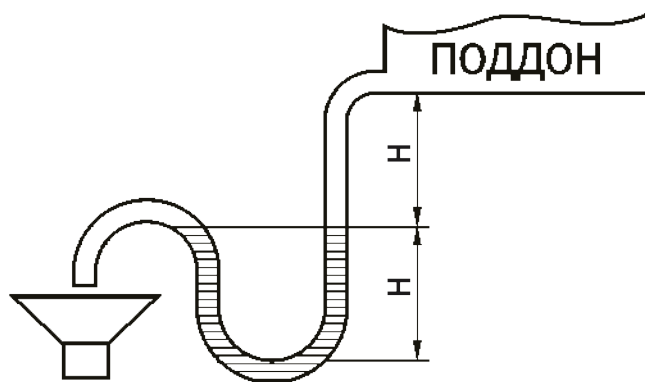

**Рисунок 34.** Устройство водяного воздухоохладителя:
Для свободного слива конденсата из поддона устанавливать воздухоохладители в канал вентиляции необходимо с небольшим наклоном (2–3°) к горизонтали в сторону сливного патрубка (см. рис. 34).
Монтаж воздухоохладителей в системе вентиляции осуществляется путем крепления его к ответным фланцам воздуховодов или других агрегатов вентиляционной системы при помощи болтов (6 на рис. 34), предварительно вывернутых из корпуса (усилие затяжки не более 2 кг/м). Необходимо обязательно герметизировать стыки соединения легкосъемным уплотнителем для возможности демонтажа корпуса при техническом обслуживании.
На патрубок (3 на рис. 34) надевается дренажный шланг (5) с внутренним диаметром  $\varnothing 20$  мм для отвода образующегося при работе конденсата из поддона (4). Уклон шланга при прокладке должен быть не менее 0,01–0,02 (без подъемов и провисаний).
Для предотвращения засасывания конденсата обратно в систему рекомендуется установить на сливном патрубке специальный сифон либо организовать на сливном шланге участок засифонивания – изгиб (7 на рис. 34).
Для контроля работы воздухоохладителя достаточно установить датчик температуры теплоносителя на выходе в нижней части соответствующего патрубка водяного коллектора (2 на рис. 34). Датчик устанавливается взамен заглушки 11 при снятом поддоне 4. Кабель от датчика проводится через боковую стенку корпуса в любом удобном месте при обеспечении герметизации отверстия ввода.